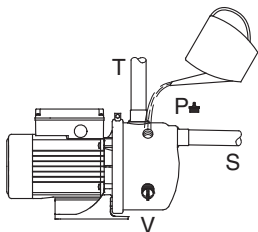

Рис. 1 Эжекторный клапан
Демонтировать пробку (V) сливного отверстия, см. рис. 1, и вернуть эжекторный клапан в отверстие.